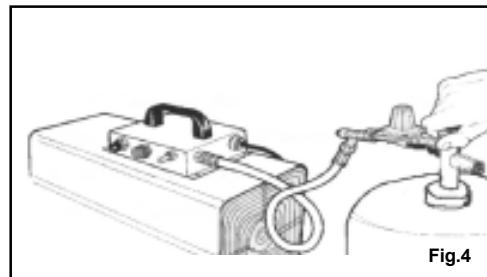

Fig.4
4. Als de vlam aan is, de gasknop ingedrukt houden gedurende 15-20 seconden om de thermische veiligheidsinrichtingen te activeren (zie afb. 4).